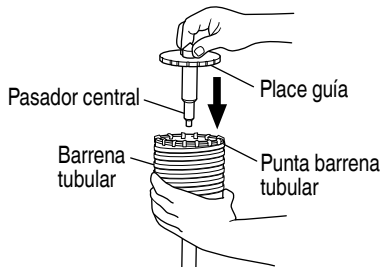

Fig. 32
- (3) Insertar el pasador central en la placa guía hasta que se pare.
- (4) Unir la placa guía con la barrena tubular y girar la placa guía hacia la izquierda o hacia la derecha de forma que no se caiga a pesar de estar indicando hacia abajo. (Fig. 32)